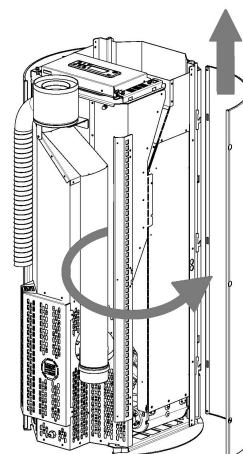

Fig. 78 - Retrait du panneau
- Ouvrir le côté et le décrocher des dents (voir **Fig. 78**).